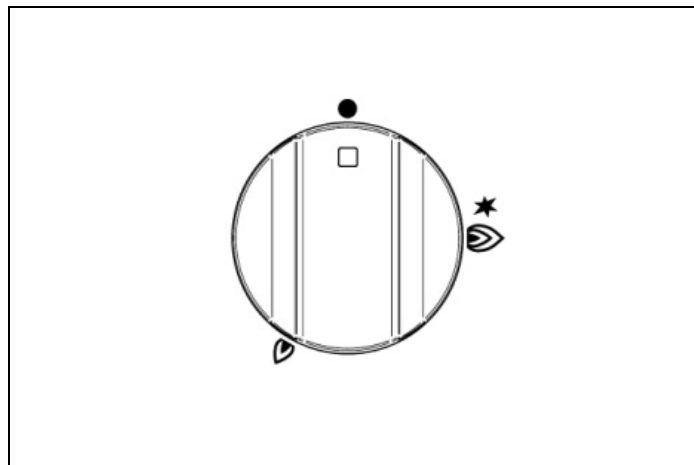
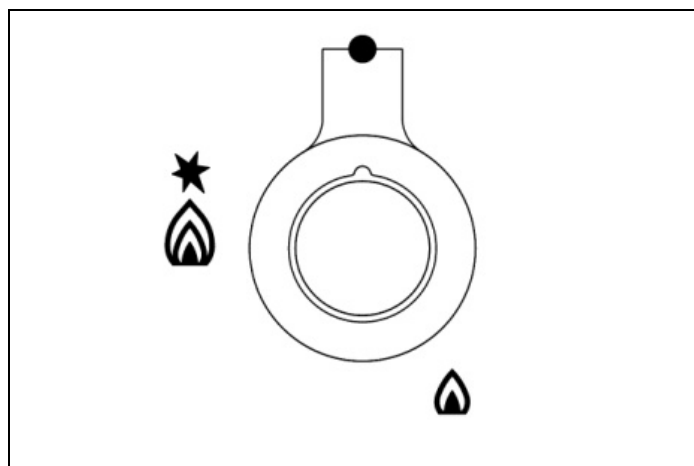

Fig. 16
Fig. 17
- Pour allumer le brûleur, appuyer sur le bouton de contrôle (Fig. 16 et Fig. 17 ) et le tourner dans le sens inverse des aiguilles d'une montre, jusqu'à la position MAXIMUM (grande flamme).